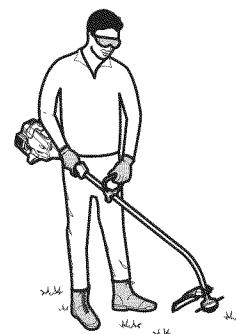

Fig. 10
- Párese en la posición de arranque (Fig. 10). Párese derecho. No se incline sobre el aparato.